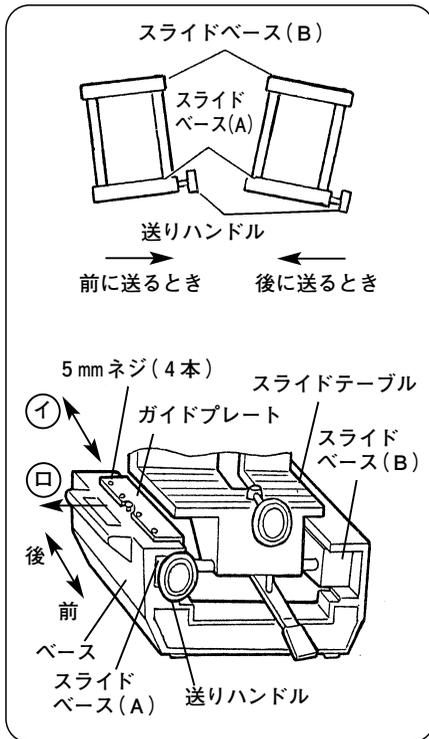

図 33
送りハンドルをまわしてスライドテーブルを矢印①の方向へ前後に移動する際に、図33に示すようにスライドベース(A)が先に動き、スライドベース(B)が後から動き出す場合は、5mmネジ(4本)をゆるめ、ガイドプレートを矢印②の方向に手で押しながら締め直してください。